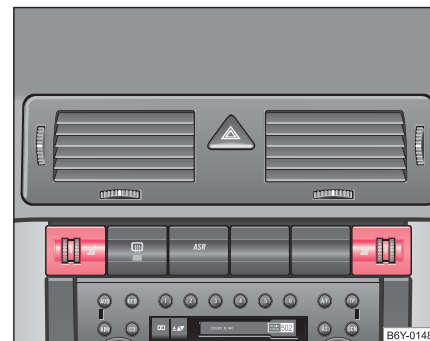

Fig. 47 Tabloul de bord: Butonul rotativ pentru încălzirea scaunelor față
- Prin răsucirea butonului rotativ corespunzător ⇒ Fig. 47, poate fi activat și reglat sistemul de încălzire a scaunului conducătorului auto și al pasagerului din dreapta. ►